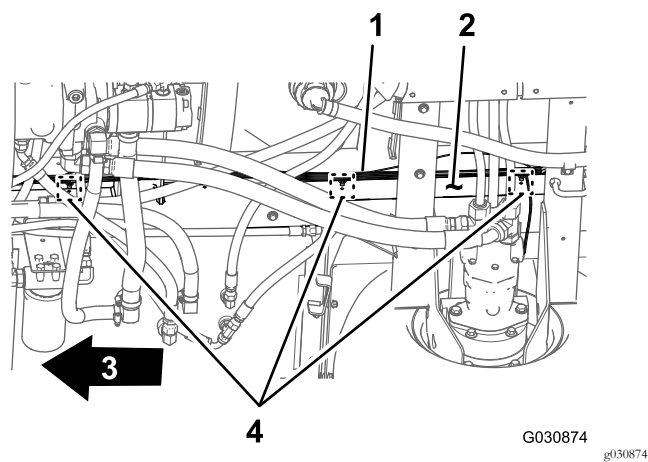

Bild 20
3. Entfernen Sie die Einsteckbefestigungen des hinteren Kabelbaums, mit denen der Kabelbaum in den Löchern im rechten Rahmenrohr der Maschine befestigt ist (Bild 20).